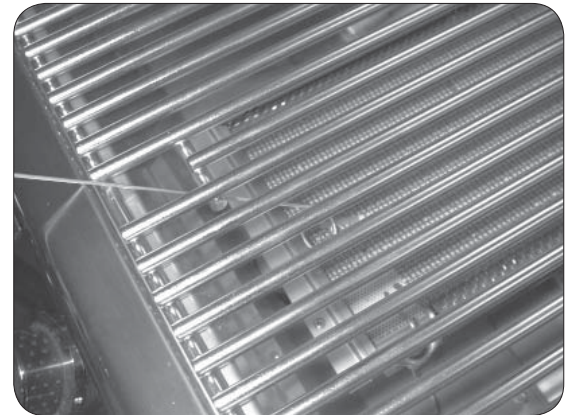

Fig. 22-2 - Éclairage manuel
2. Insérez un allumeur brûlant de butane de long-baril, une allumette brûlante de long-tige, ou une allumette brûlante tenue par un support de prolongation de fil par la grille à cuire s'ouvrant au dessus du brûleur (fig. 22-2).
4. Si le brûleur ne se allume pas dans les cinq (5) secondes de tourner le bouton de commande, enfoncez immédiatement le bouton et tournez la valve à AU LOIN. ATTENDEZ CINQ (5) MINUTES avant de répéter les étapes 2 à 4 des instructions manuelles d'éclairage.